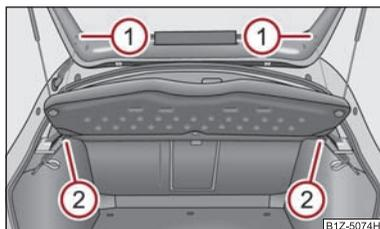

Fig. 72 Dépose de la tablette du coffre à bagages
- Décrochez les sangles ① ⇒ fig. 72.
- Sortez le cache de la fixation ② et tirez-la horizontalement en arrière.
- Lors de la remise en place, poussez d'abord le cache-bagages dans la fixation ② puis accrochez les sangles ① sur le capot du coffre à bagages.